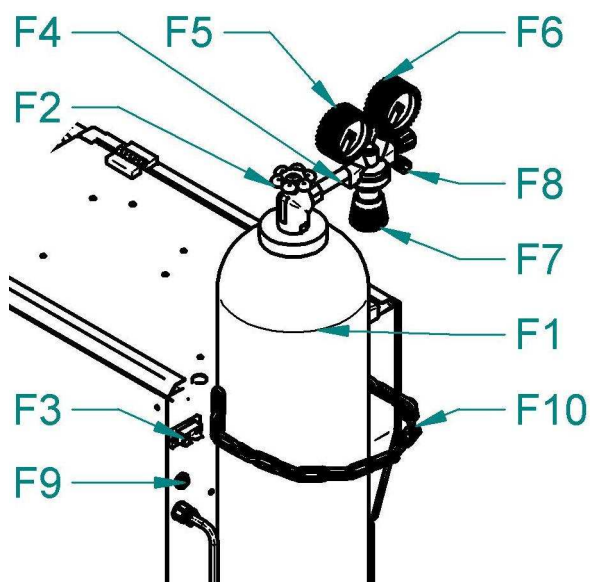

Abb. 15 - Einstellen des Gasflusses
- Stecken Sie den Gasschlauch an die Maschine an (Abb. 15, Pos. F9).
- Drehen Sie an der Stellschraube (Abb.15. Pos.F7) an der unteren Seite des Reduktionsventiles solange bis der Strömungsmesser (Abb. 15, Pos. F6) die gewünschte Durchflussmenge anzeigt. Jetzt können Sie den Knopf wieder loslassen. Der optimale Durchflussmenge ist 10-15 l/Min.